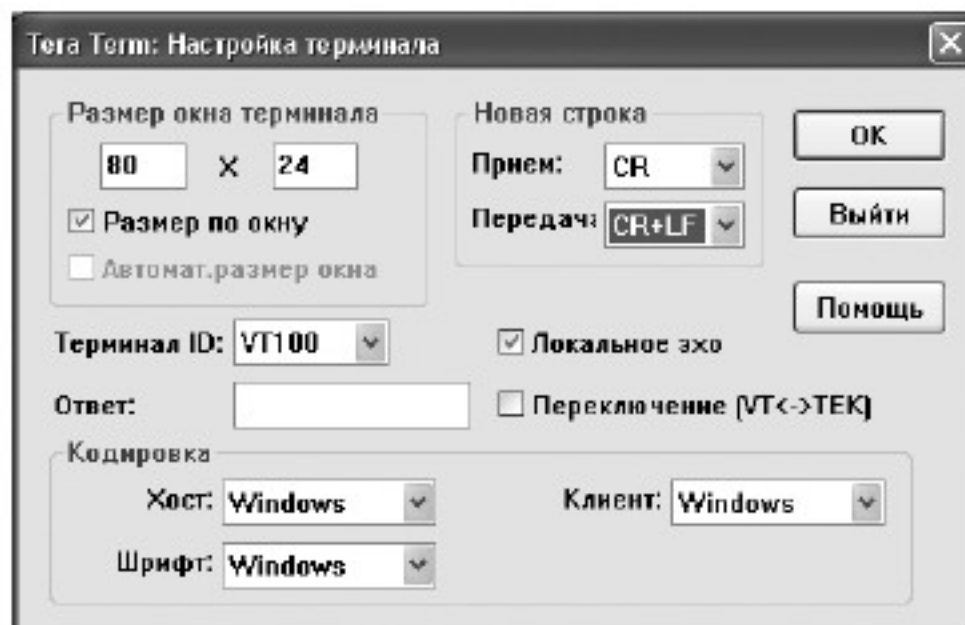

Рис.57
2) Запустить на компьютере терминальную программу «Tera Term-4.84» <<http://ttssh2.sourceforge.jp/>>. Можно использовать и другие «терминалки», но не «Terminal by Bray». Установить в настройках скорость 38400 бод, режим 8-N-1, добавить передачу символов CR+LF в конце строки и локальное эхо (рис.57).